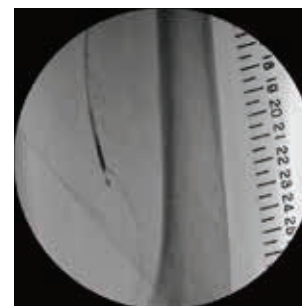

図9
11) カニューラを真腔方向に展開させ0.014"ガイドワイヤーを膝窩動脈以遠にすすめた。(図9)